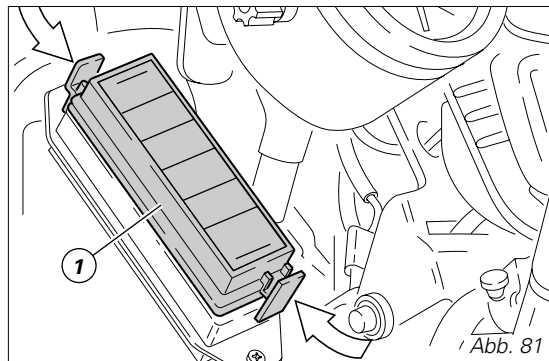

Abb. 81
Der Hauptsicherungskasten (Abb. 81) befindet sich auf der linken Rahmenseite im Bereich hinter dem Schweinwerfer. Der Sicherungskasten ist nach dem Entfernen der linken Instrumentenbrettdeckung (siehe Seite 44) zugänglich. Die verwendeten Sicherungen sind nach dem Abnehmen des Schutzdeckels (1), auf dem die Einbauordnung und der jeweilige Wert in Ampere angegeben sind, zugänglich. 7 Sicherungen sind an der Anlage angeschlossen, nur eine dient als Ersatzsicherungen.